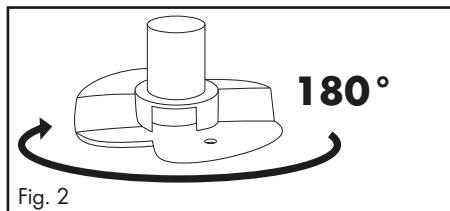
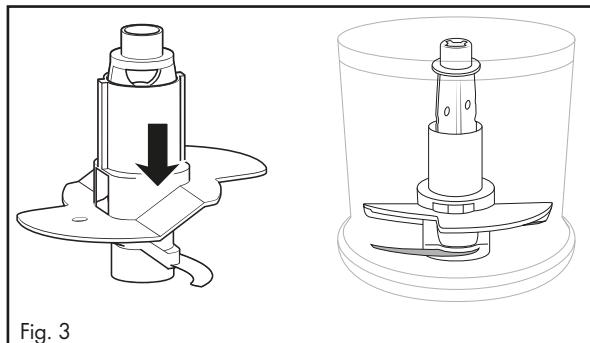

Fig. 2
Fig. 3
- Pour 200 ml de crème, tournez l'accessoire batteur **10** horizontalement à 180° (fig. 2) de sorte qu'il n'appuie plus que sur une lame-hélice **7** et s'enclenche (fig. 3). Dans ce cas, il fouette la crème plus en hauteur: